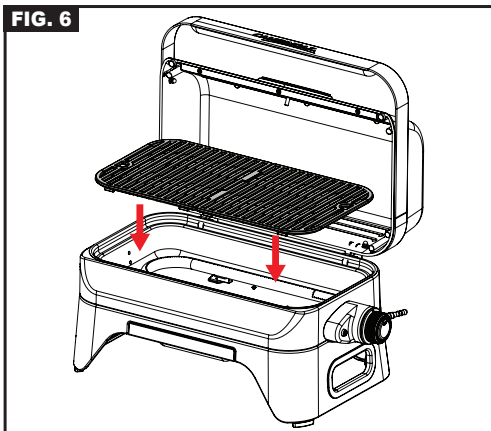

FIG. 7
3. Appuyez sur le bouton de commande puis tournez-le en sens anti-horaire jusqu'à la position plein débit (☼) (Fig. 7).
4. Attendre 2 à 3 secondes et appuyer plusieurs fois sur le bouton piezo (☼) (Fig. 7).
2. S'assurer que le bouton de réglage est en position "OFF" (O).
4. Appuyer et tourner le bouton de réglage correspondant dans le sens inverse des aiguilles d'une montre, jusqu'à la position plein débit (☼) (Fig. 7).